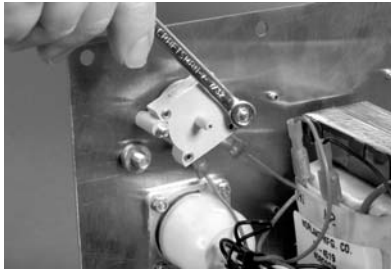

Figura 4-11 Remoção do pressóstato
3. Consulte a figura 4-11. Utilizando uma chave de porcas, retire as duas porcas e as anilhas excitadoras do pressóstato.